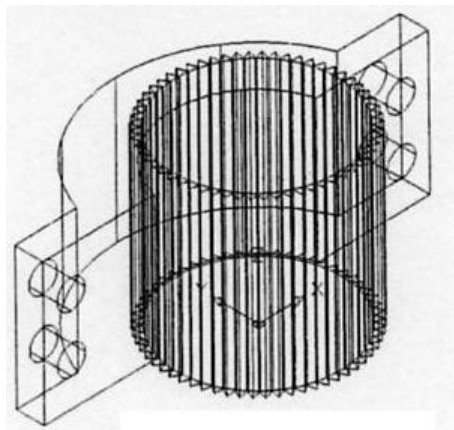

图 11-46 阵列拉伸形成的实体
21、按 Enter 键，阵列效果如图 11-46 所示。单击【差集】按钮, 命令行提示如下。
选择对象: 指定对角点: 找到 60 个	//选择图 11-46 中阵列完成的实体